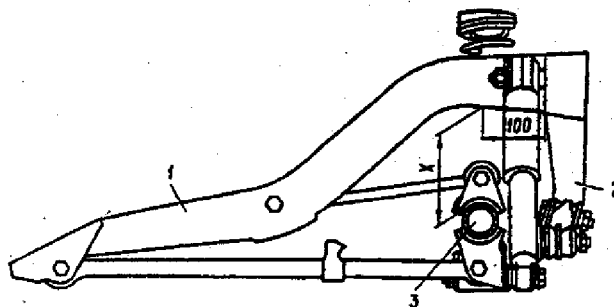

Fig. 4-16. Esquema para instalação da suspensão traseira: 1 - reforço da carroceria; 2 - suporte da barra transversal; 3 - viga do eixo traseiro; X = 152 mm.
- Carregar a parte traseira do veículo, de modo que a distância X, medida da viga do eixo traseiro ao reforço da carroceria, a uma distância de 100 mm do suporte da barra transversal (fig. 4-16), seja de 152 mm.